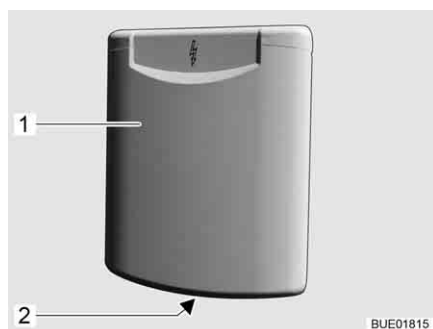

Fig. 74 Sportello per collegamento a 230 V
- Afferrare l'impugnatura concava (Fig. 74,2) dello sportello esterno (Fig. 74,1) e ruotare lo sportello esterno verso l'alto.